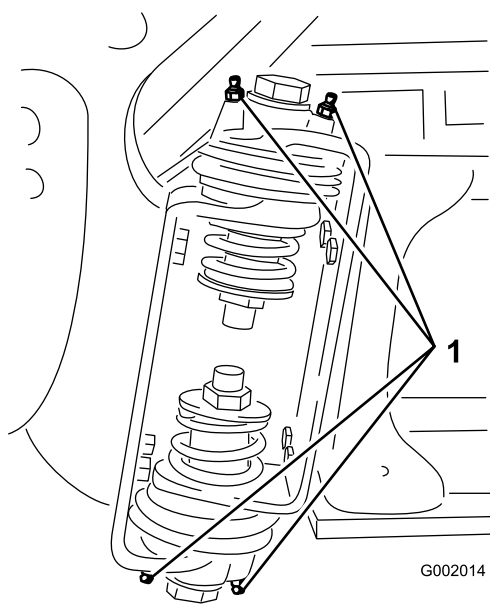

Figura 48
2. Introduza massa lubrificante no rolamento ou casquilho de cada encaixe Figura 48.